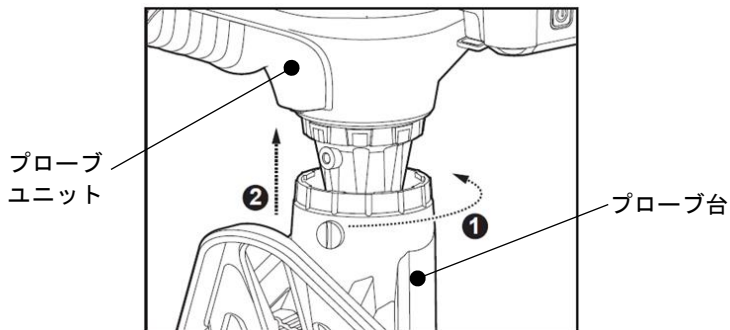

図3
1. プロブユニットを慎重に持ち上げ、プロブケーブルに沿ってプロブ台を入れてください。(図3)